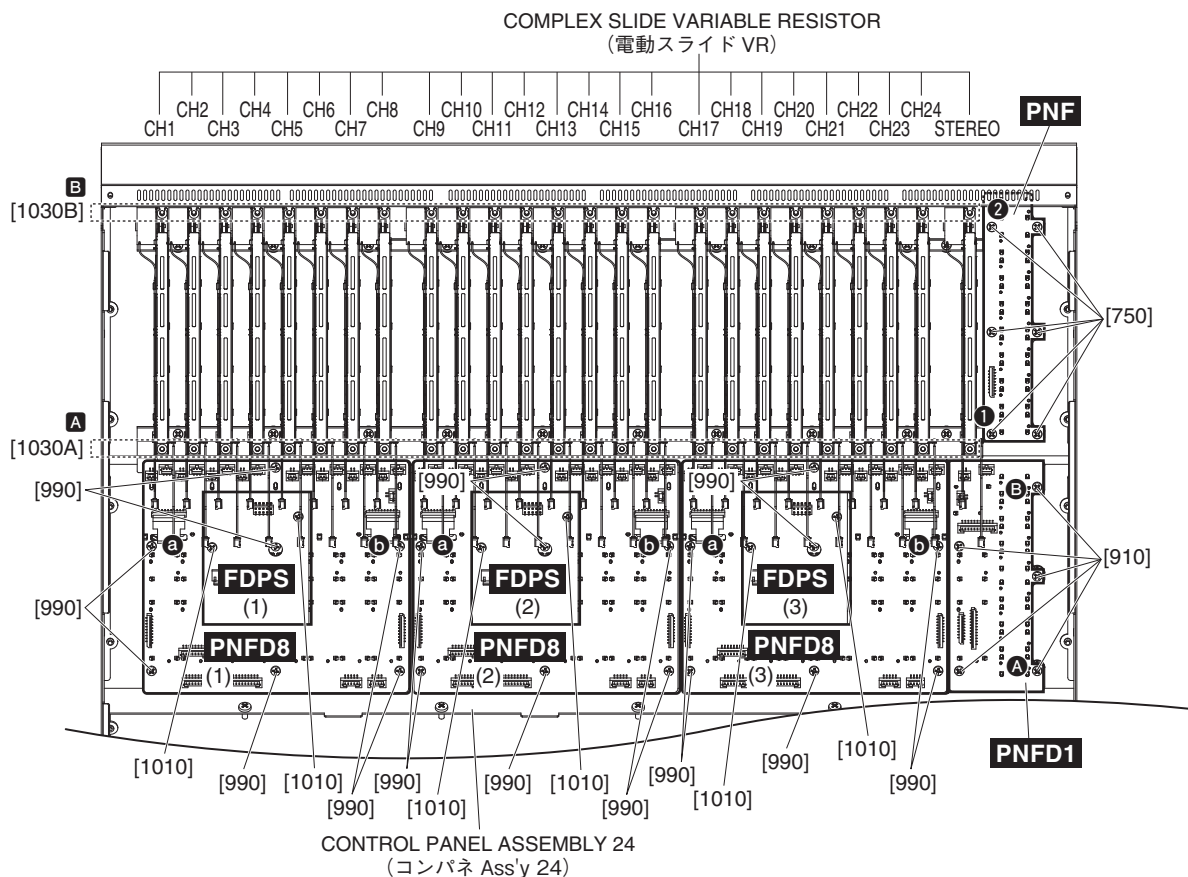

Fig. 21 (図21)
- B-8-3 Remove the two (2) screws marked [1010]. The FDPS circuit board can then be removed. (Fig. 21)
- FDPS (1) circuit board: CH 1 – 8
- FDPS (2) circuit board: CH 9 – 16
- FDPS (3) circuit board: CH 17 – 24
- B-8-3 [1010] のネジ 2 本を外して、FDPS シートを外します。(図 21)
- FDPS(1) シート : CH 1 ~ 8
- FDPS(2) シート : CH 9 ~ 16
- FDPS(3) シート : CH 17 ~ 24
B-9-4-1 Remove the seven (7) screws marked [990]. The PNFD8 circuit board can then be removed. (Fig. 21)
- * **When installing the PNFD8 circuit board, tighten the screws a to b shown in Fig. 21 in numerical order and then tighten the other screws.**
B-9-4-1 [990] のネジ 7 本を外して、PNFD8 シートを外します。(図 21)
- ※ PNFD8 シートを取り付ける際は、図 21 に示す a、b の順にネジを締めてから他のネジを締めてください。
- B-10-3 Remove the five (5) screws marked [910]. The PNFD1 circuit board can then be removed. (Fig. 21)
- * **When installing the PNFD1 circuit board, tighten the screws A to B shown in Fig. 21 in numerical order and then tighten the other screws.**
- B-10-3 [910] のネジ 5 本を外して、PNFD1 シートを外します。(図 21)
- ※ PNFD1 シートを取り付ける際は、図 21 に示す A、B の順にネジを締めてから他のネジを締めてください。
- B-11-3 Remove the six (6) screws marked [750]. The PNF circuit board can then be removed. (Fig. 21)
- * **When installing the PNF circuit board, tighten the screws ① to ② shown in Fig. 21 in numerical order and then tighten the other screws.**
- B-11-3 [750] のネジ 6 本を外して、PNF シートを外します。(図 21)
- ※ PNF シートを取り付ける際は、図 21 に示す ①、② の順にネジを締めてから他のネジを締めてください。
- B-12-4 Remove the screw marked [1030A] and loosen the screw marked [1030B]. The complex slide variable resistor can then be removed. (Fig. 21)
- * **When installing the complex slide variable resistor, tighten the screws in the order A to B shown in Fig. 21.**